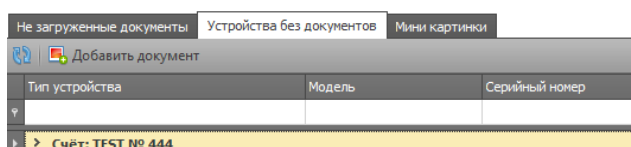

Рисунок 55
- вкладка – Устройства без документов (Рис. 55)